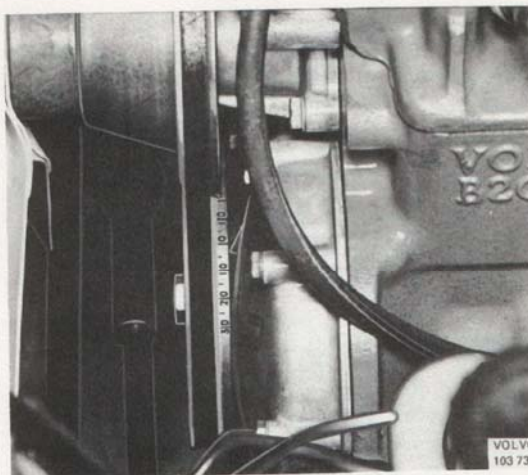

Bild 3-36. Gradering för tändinställning
1. Rengör remskivan så graderingen syns, bild 3-36.
1. Rengör remskivan så att graderingen blir tydlig, se bild 3-36.